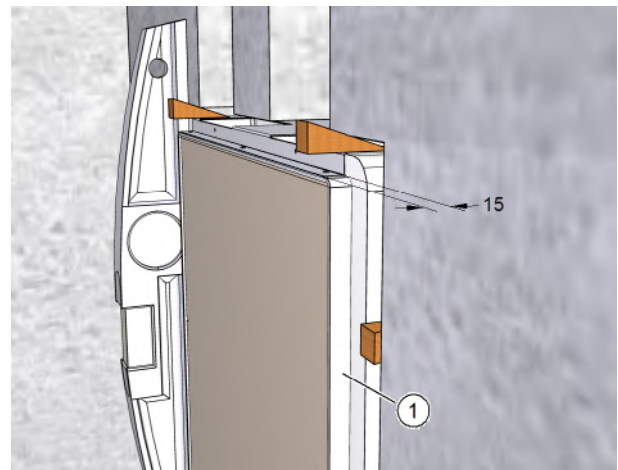

Abb. 21: Putzrahmentiefe 15 mm
Die Putzrahmentiefe beträgt 15 mm (siehe Abb. 21).
- ▶ Ist die Innenwand nicht lotrecht oder nicht eben, richten Sie die Frontfläche des Putzrahmens (Pos. 1 in Abb. 21) parallel zu einer senkrecht verlaufenden Putzschiene aus.